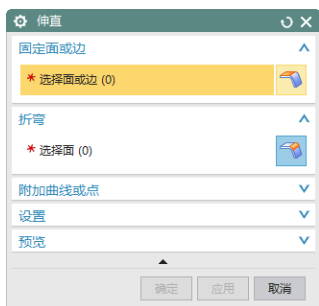

图 6-3 “伸直”对话框
(1) 选择“菜单(M)”→“插入(S)”→“成形(R)”→“伸直(U)”, 或者单击“主页”选项卡“成形”面组上的“伸直”按钮 , 打开如图 6-3 所示“伸直”对话框。